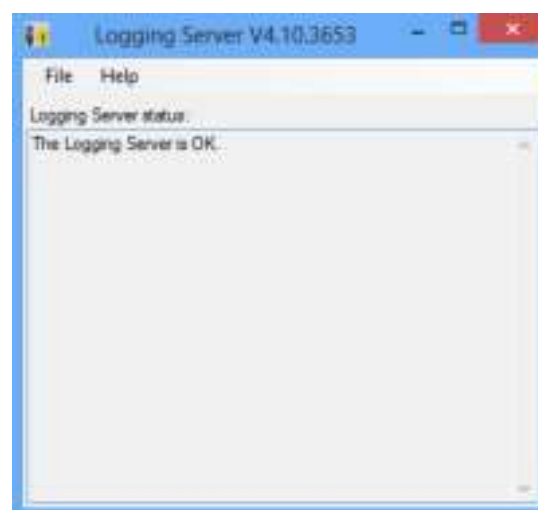

рисунок 58.4: Основное окно
- 1 Двойным нажатием мышки нажмите на иконку *Logging Server* (см. рисунок 58.2). Отобразится экран, подобный экрану, изображенному на рисунок 58.4.